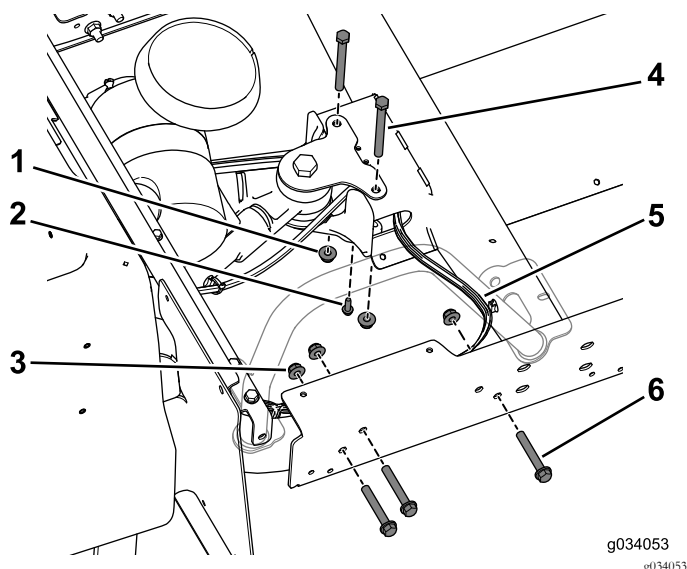

Bild 28
Hinterrahmen (Bild 28). Führen Sie dies an beiden Seiten der Maschine aus.
Hinweis: Stellen Sie sicher, dass der Kabelbaum an der rechten Seite des mittleren Kanals austritt (Bild 28).
9. Befestigen Sie das T-Anschlussstück des Bremszugs mit der Blechschraube ($\frac{1}{4}$ " x $\frac{3}{4}$ ") am mittleren Kanal (Bild 28).
10. Befestigen Sie den mittleren Kanal mit den zwei Schrauben ($\frac{3}{8}$ " x $3\frac{3}{4}$ ") und den Bundmuttern lose an der hinteren Befestigung (Bild 28).